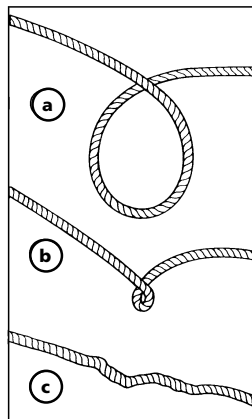

Figura 9
5. EVITE LAS TORCEDURAS ANTES DE QUE OCURRAN. (Vea la Figura 9.)